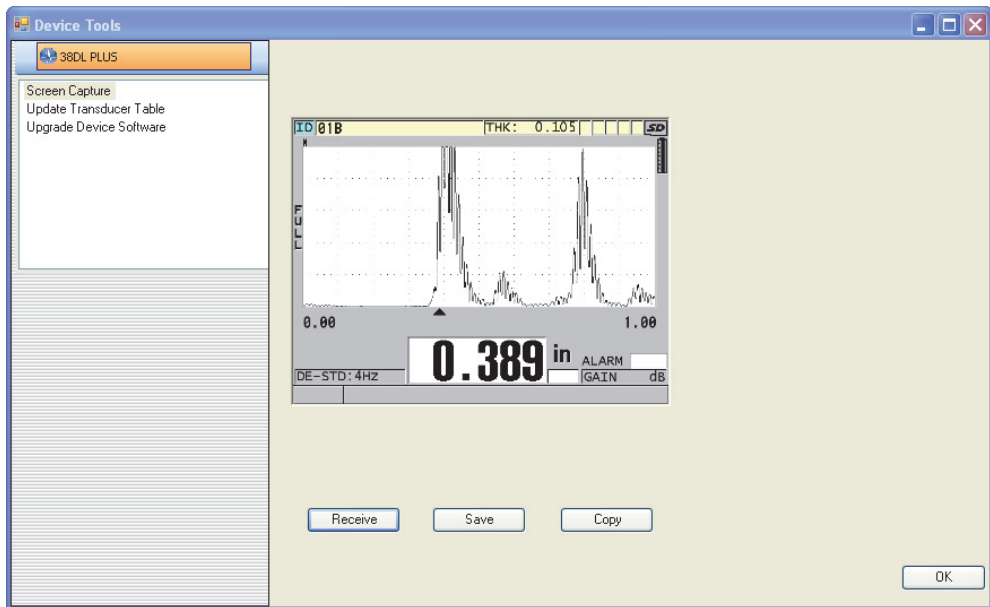

Figura 14-11 La finestra di dialogo Device Tools con una cattura dello schermo
- b) Nella finestra di dialogo **Device Tools** (strumenti dispositivi) [vedi Figura 14-11 a pagina 295], selezionare **Screen Capture** (cattura dello schermo) ed in seguito cliccare su **Receive** (ricevi).